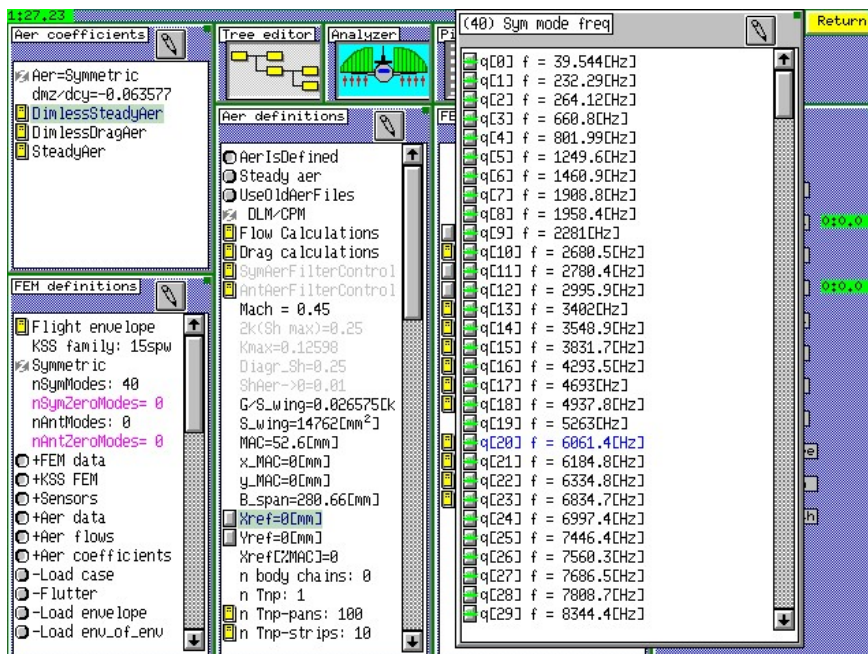

Рисунок 19. Частоты симметричных тонов собственных колебаний
В окне «FEM data» нажмите селектор строки «(40) Sym mode freq» с курсором  для вызова окна с частотами симметричных тонов собственных колебаний конструкции (Рисунок 19).